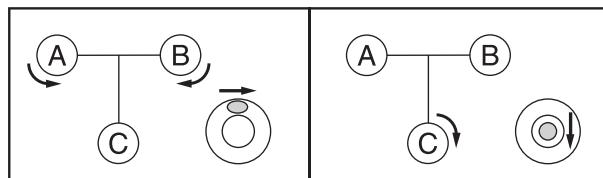

Abbildung 1
- Verwenden Sie die Nivellierschrauben (9), um die Wasserwaage (10) in der Mitte zu positionieren (Abb. 1). Das Instrument ist nivelliert, wenn sich die Wasserwaage in der Mitte befindet.